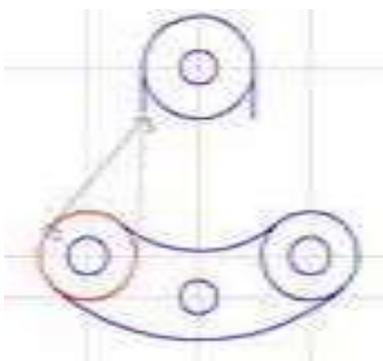

Рисунок 3.14 – Создание касательного отрезка
14. Выберите команду **Касательный отрезок** через Внешнюю точку (рисунок 3.14).